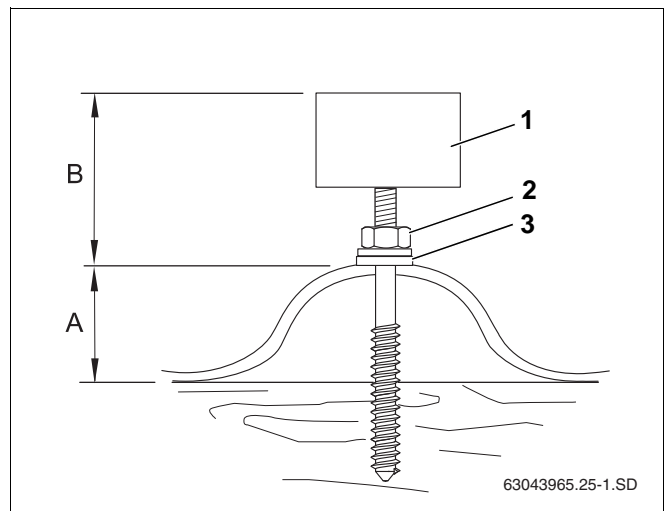

Fig. 24 Monteret stokskruer på bølgepladetag
Bemærk ved indskrining af stokskruerne, at afstanden B (tab. 7 og fig. 24) er den samme for alle stokskrueer.
- Skru møtrikken (fig. 24, **pos. 2**) så fast, at tætningskiven (fig. 24, **pos. 3**) ligger helt på taget.